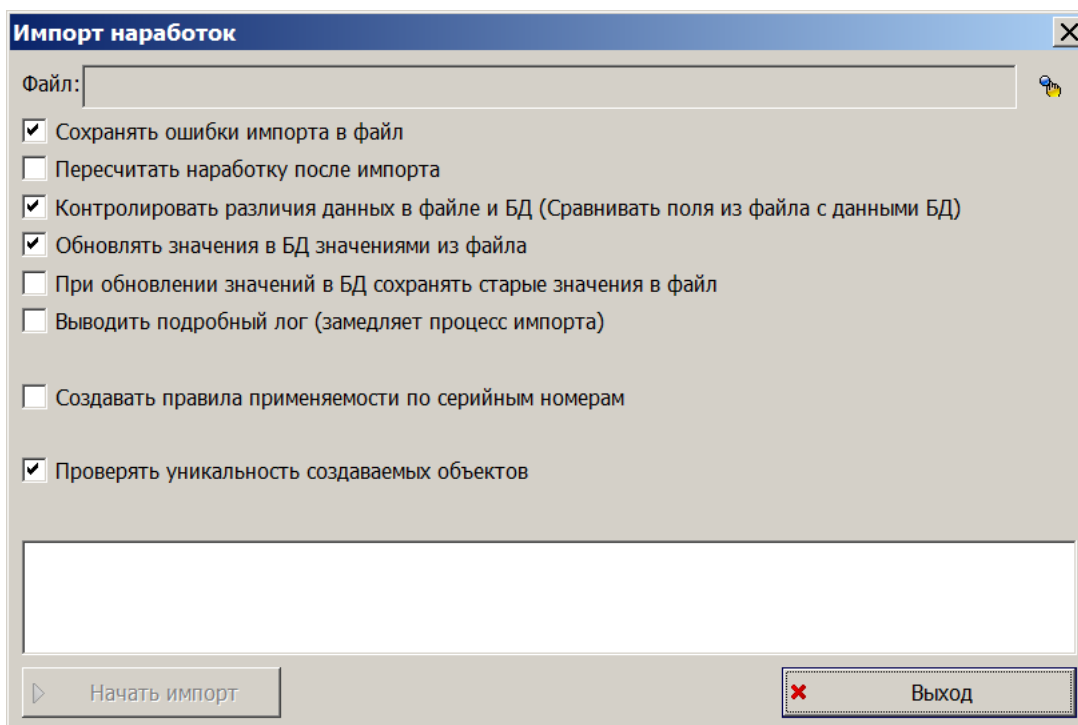

Рис. 30-55 – Диалоговое окно для импорта наработок СНЭ
4) В диалоговом окне «Импорт наработок» (или «Импорт коррекции наработки») выбрать файл для импорта, нажав кнопку справа от поля «Файл» (рис. 30-55).